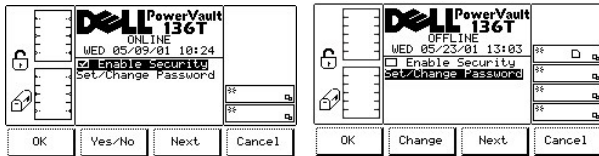

Figure 77. Setup > Utils > Dialogue Secure
Lorsque Secure est sélectionné, le dialogue Secure s'affiche. Reportez-vous à la Figure 77. Cette option permet à l'utilisateur d'activer ou de
- 1 Si le champ **Enable Security** est le champ actif affiché en vidéo inverse, reportez-vous à la Figure 77:
- 1 Si le champ **Set/Change Password** est le champ actif en vidéo inverse, la touche de fonction **Yes/No** devient une touche de fonction **Change**; reportez-vous à la Figure 77.
- o Si la touche de fonction **Next** est enfoncée, le champ suivant, **Enable Security**, devient le champ actif; reportez-vous à la Figure 77.
Le champ Set/Change Password est le champ actif en vidéo inverse. Reportez-vous à la Figure 77. Si la touche de fonction **Change** est enfoncée puis que **OK** est sélectionné, le dialogue Change Password s'affiche.